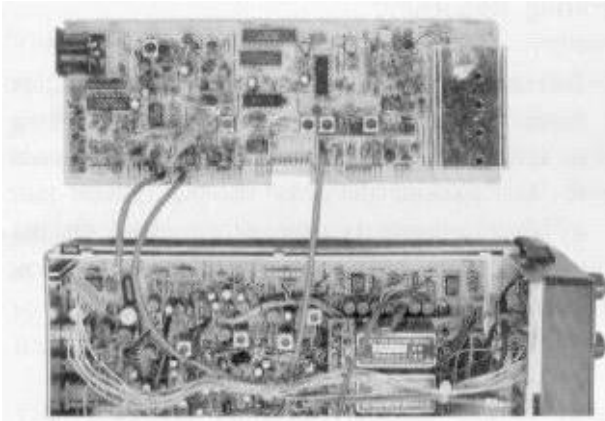

图1
(1) 参考图 1, 向上将频率合成板和主板分离, 以便能在频率合成板的两个面上操作。